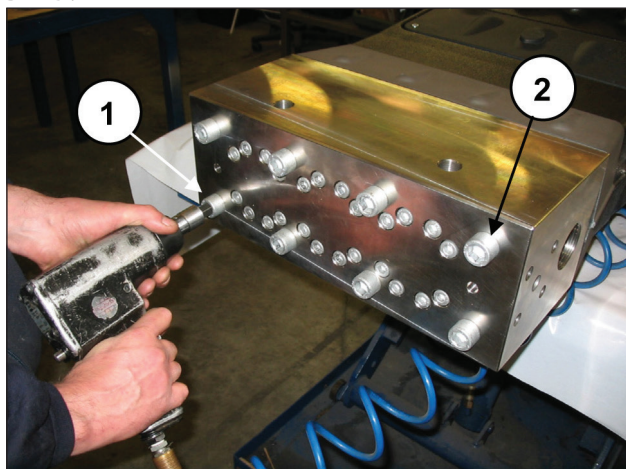
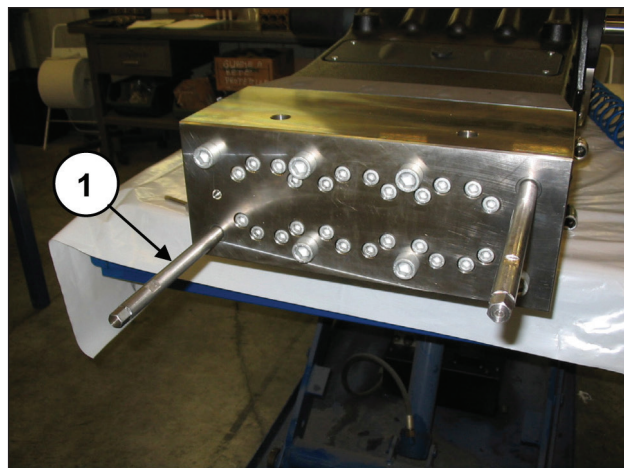

Рис. 97
Рис. 98
Открутите два диаметрально противоположных крепежных винта M16x320 торца (поз. ① и ②, Рис. 97), заменив их на два служебных винтовых штифта (арт. 27540200) (поз. ①, Рис. 98), а затем снимите оставшиеся винты.